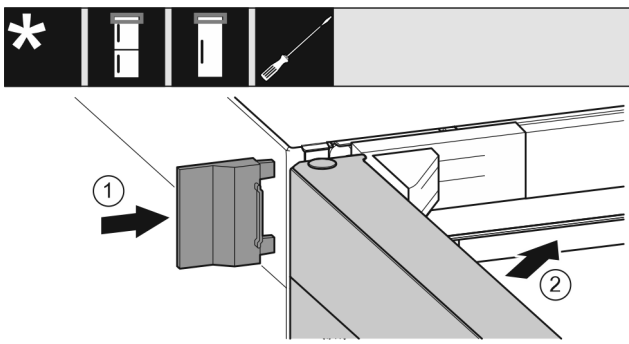

Fig. 23
► Нахлузете външния капак Fig. 23 (1).
► Затворете горната врата Fig. 23 (2).